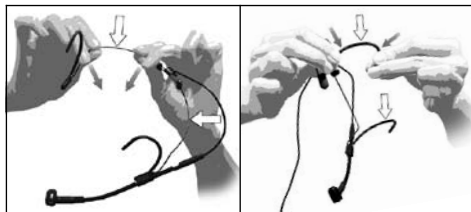

Fig. 6: Come piegare l'archetto sottonucale e l'archetto auricolare
- Tenete l'archetto sottonucale e l'archetto auricolare fermi nei punti indicati nella fig. 6 e piegateli **prudentermente** un po' verso l'interno.
Vedi fig. 6.